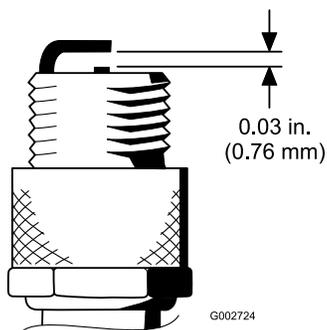

Figure 19
- Réglez l'écartement entre les électrodes centrale et latérale à 0,76 mm (Figure 19). La bougie installée, avec son joint d'étanchéité, doit avoir l'écartement correct et être serrée à 23 Nm. À défaut de clé dynamométrique, serrez fermement la bougie.